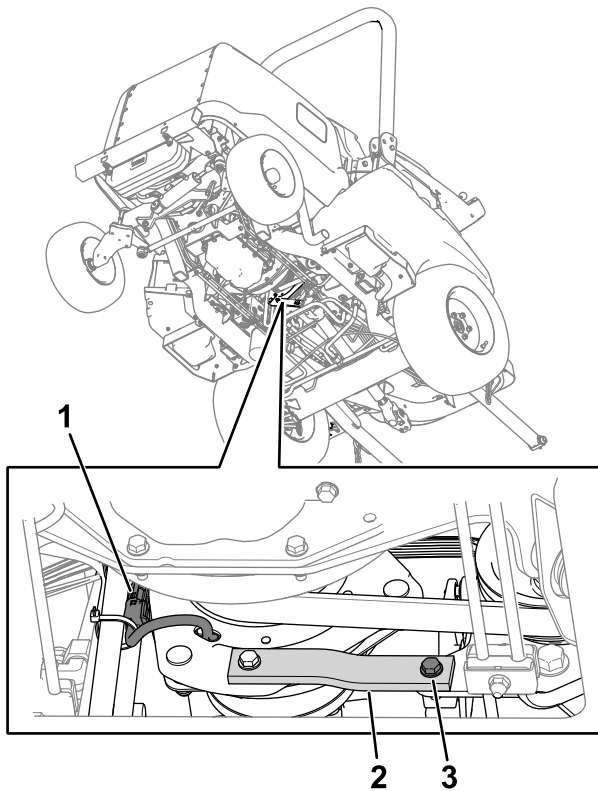

Figura 79
2. Deconectă conectorul cablului de ambreiaj de la cablul mainii (Figura 79).
3. Îndepărtai urubul, aiba i piulia de pe benzile din metal i cauciuc (Figura 79) de pe cadru.